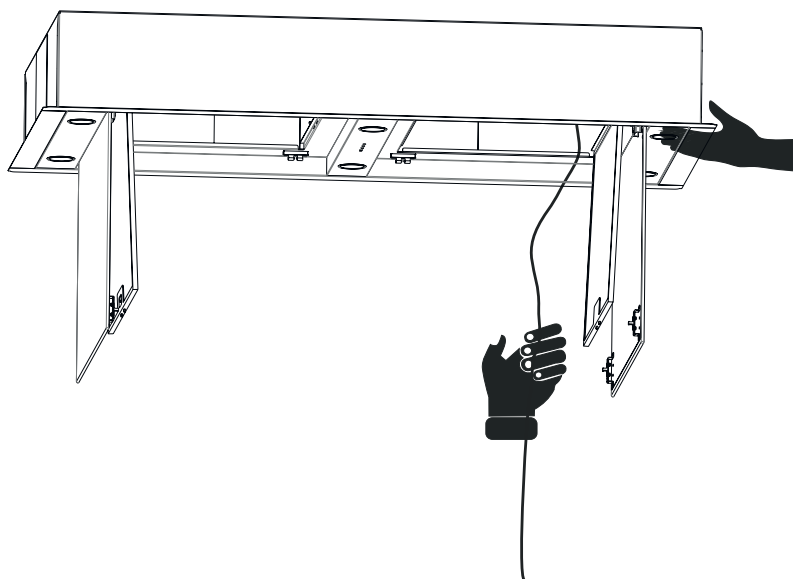

Fig. 14
- 9.** ➤ For at hæve emhætten ved brug af stålwire; løft emhætten med en hånd på den korte side og træk nu i stålwirerne en efter en. Gør nu dette på skift på emhættens korte sider. For hver gang der trækkes i stålwirerne, låser sikkerhedslåsen stålwiren fast (Fig. 14).